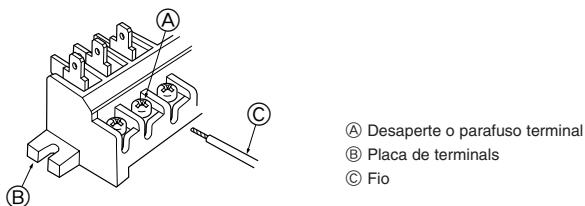

Fig. 7-6
- Seja prudente para não trocar a cablagem. (Fig. 7-6)